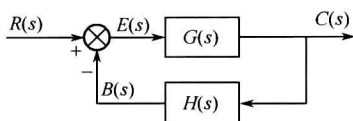
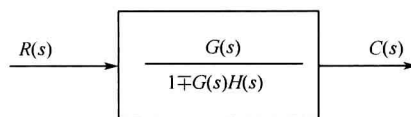

图 2-3
图 2-4
(1) 串联连接： $G(s) = \prod_{i=1}^n G_i(s)$
(2) 并联连接: $G(s) = \sum_{i=1}^n G_i(s)$
(3) 反馈连接。原方框图如图 2-3 所示。化简后方框图如图 2-4 所示。